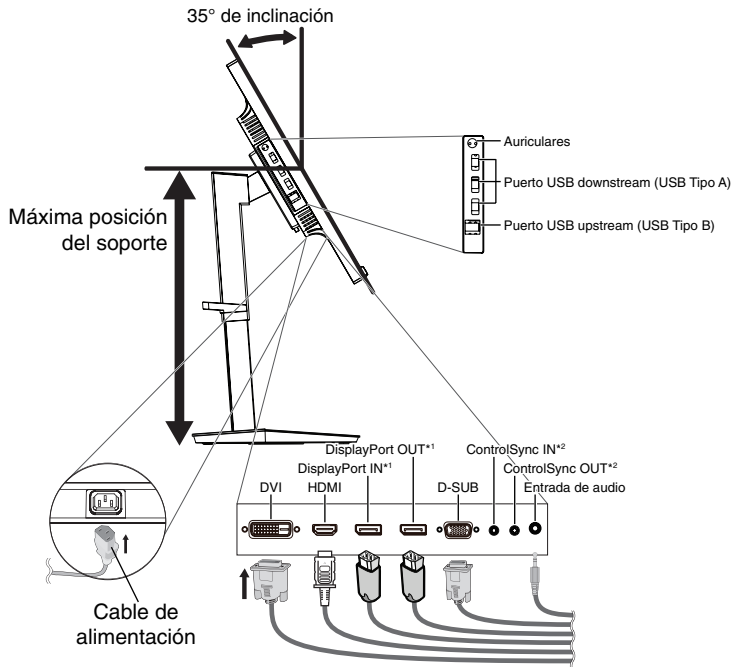
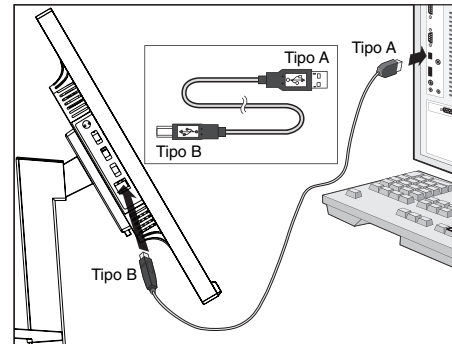

Figura C.1
Figura C.1a
4. Conecte todos los cables en los conectores correspondientes (**figura C.1**). Al utilizar el cable USB, conecte el conector del tipo B al puerto USB de upstream en la parte trasera derecha del monitor y el conector del tipo A al puerto de downstream del ordenador (**figura C.1a**). Si está utilizando el cable de un dispositivo USB, conéctelo al puerto downstream del monitor.